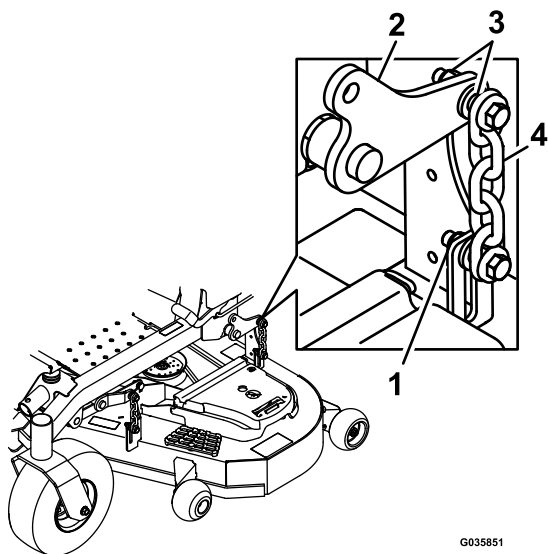

Figura 123
14. Afloje las contratuercas (Figura 123) en las cuatro esquinas y asegúrese de que la carcasa de corte quede bien asentada sobre los cuatro bloques.